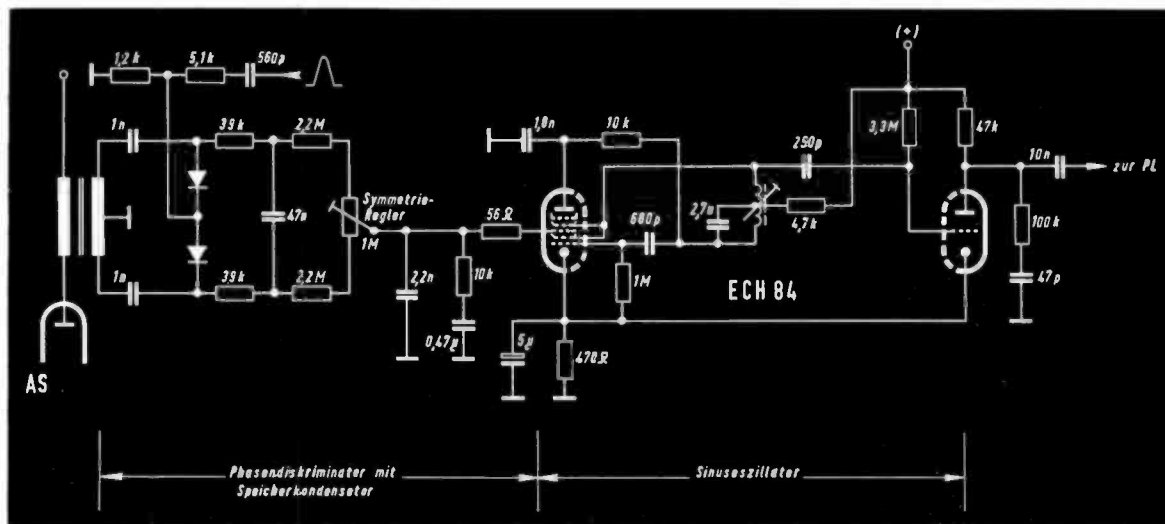

Bild 27 Phasendiskriminator mit Speicherkondensator; Sinusoszillator
**Bild 27** zeigt einen Phasendiskriminator mit Speicherkondensator (Zeilenautomatik) und Sinusoszillator mit induktivem Nachstimmelement.
Der Abgleich der Schaltung nach **Bild 27** erfolgt in zwei Teilen: